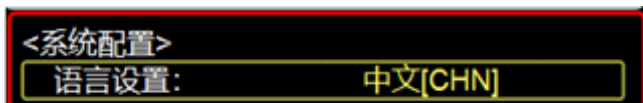

图5-1-1 当前设置状态（黄色，锁定状态）
- (1) 使用旋钮或方向键将光标定位在【语言设置】，如图5-1-1所示，文字呈现黄色，显示当前设置状态，此设置状态被锁定，不能更改。